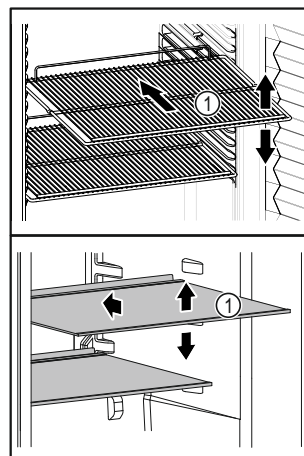

Fig. 48 Immagine a titolo di esempio
- Se i ripiani Fig. 48 (1) sono spostati, adattare i ripiani in base all'altezza.